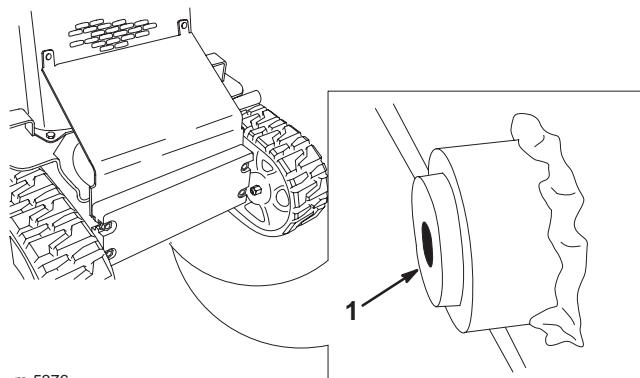

Bild 46
6. Stellen Sie eine große Auffangwanne (Kapazität von 56,8 l) unter die Ablassschraube vorne an der Zugmaschine (Bild 46).
7. Entfernen Sie die Ablassschraube und lassen Sie das Öl in die Auffangwanne laufen (Bild 46).